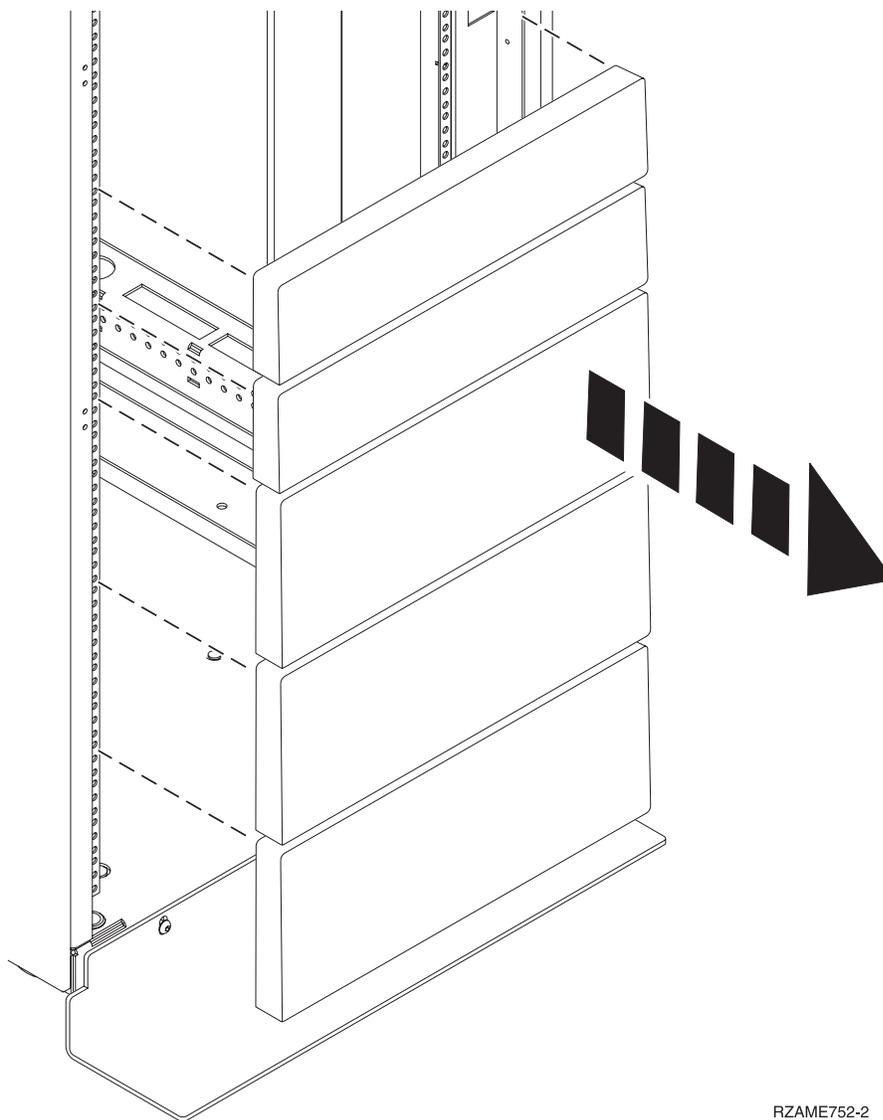

Figure 66. Retrait des panneaux obturateurs
3. Si nécessaire, retirez les panneaux obturateurs pour permettre l'accès à l'intérieur du boîtier de l'armoire dans laquelle vous prévoyez d'installer l'unité, comme illustré à la figure 66.